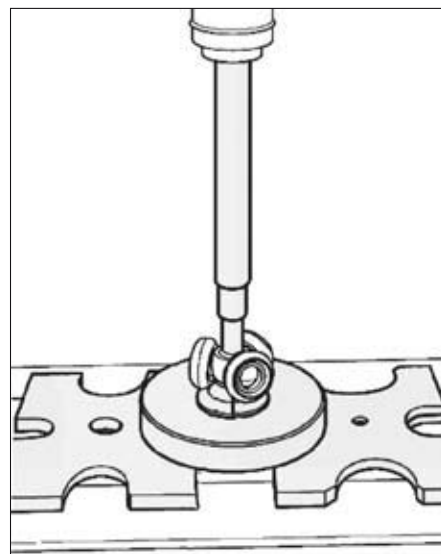

FIG. 7
- Extraire le tripode à la presse (Fig.7).